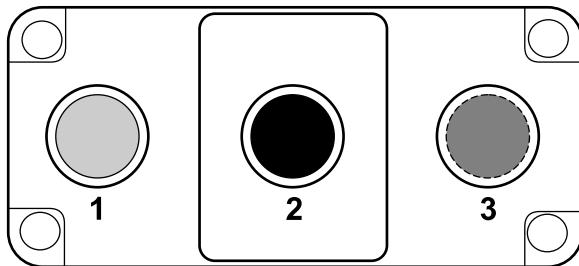
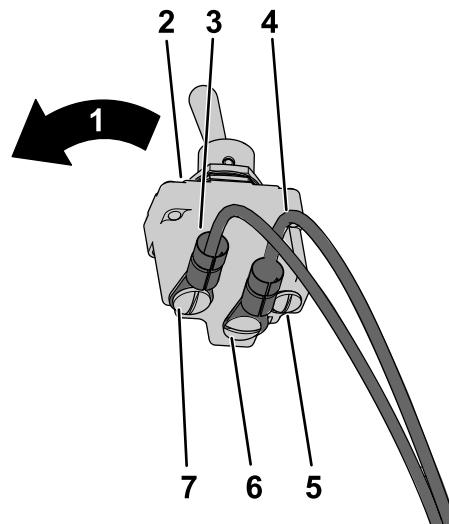

図 17
図 18
3. スイッチ端子の位置、ワイヤハーネスのラベル、ワイヤハーネスの色を確認する図 17。
注 スイッチはスプリングによって後方に付勢されています図 18。その結果、通常状態において端子 1 と 2 の間が開くなっています図 17。
4. 以下の赤色線を固定する BYPASS ENGAGE SWITCH 2 というラベルの線はオーバーライドスイッチの中央端子 2 に固定する図 17 と図 18。
5. BYPASS ENGAGE SWITCH 1 というラベルの灰色の線はオーバーライドスイッチの後部端子 1 に固定する図 17 と図 18。